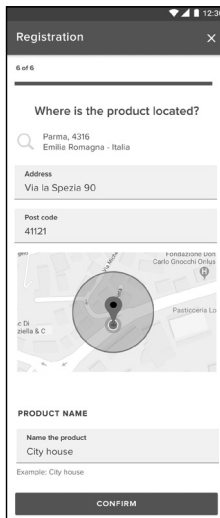

FIG. 8
- Atingeți lupa (FIG. 8) pentru a introduce adresa corectă